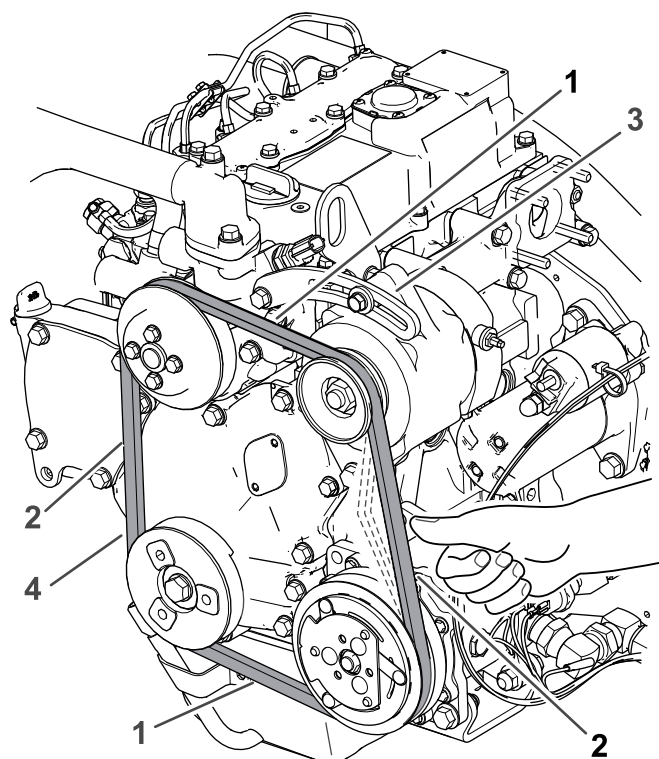

Figura 41
8. Usate un dito o un metro per misurare la flessione della cinghia applicando 98 N sulla cinghia tra le pulegge, come illustrato nella Figura 41.